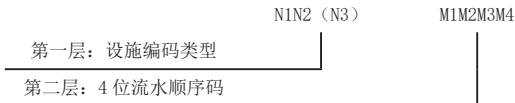

图 1 危险废物产生、贮存、利用处置设施编码规则
2. 危险废物产生、贮存、利用处置（包括自行利用处置和集中利用处置）设施编码由 2 位或 3 位设施类型代码 +4 位流水顺序码组成，如图 1 所示。